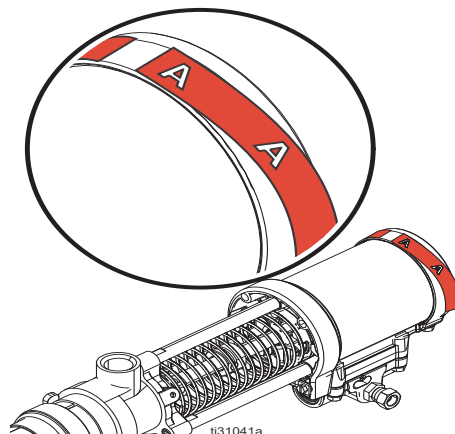

Рис. 7
3. Пользуйтесь наклейками в комплекте для определения насоса, подходящего для вашего материала. См. Рис. 7.